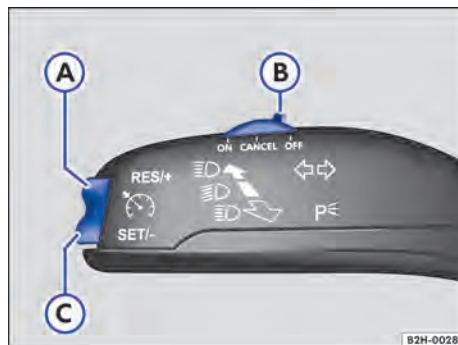

Fig. 116 À esquerda na coluna de direção: interruptores e botões do GRA.
1. Empurrar o interruptor → Fig. 116 (B) para a posição **ON**.
1. Durante a condução, pressionar o botão **SET/-** → Fig. 116 (C).
→ Fig. 116 **A** brevemente.
→ Fig. 116 **C** brevemente.
1. Empurrar o interruptor → Fig. 116 **B** para a posição **CANCEL**.
1. Pressionar o botão **RES/+** → Fig. 116 **A**.
1. Empurrar o interruptor → Fig. 116 **B** para a posição **OFF**.